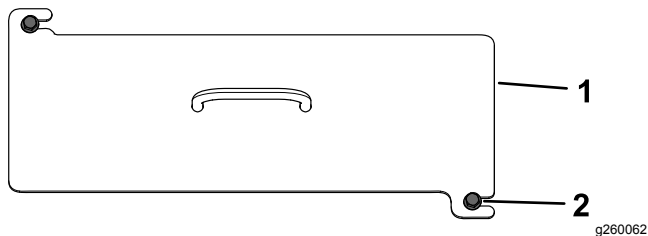

Рисунок 42
2. Ослабьте 2 болта (Рисунок 42).